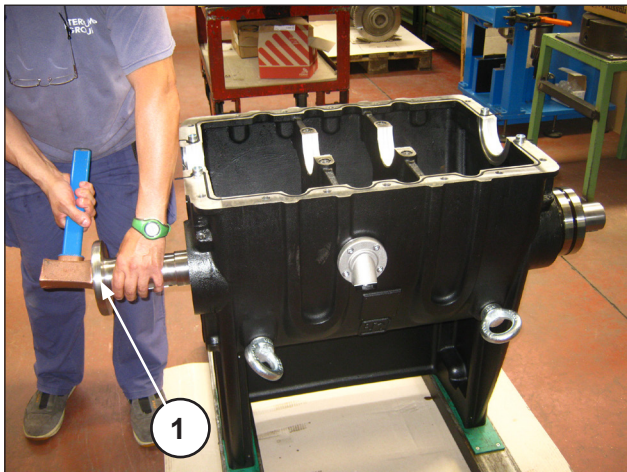

图 47
通过使用带有相应缓冲垫的锤子从两侧的任一侧抽出PTO轴，方法是从底座上拆下滚子轴承（①，图 47）。